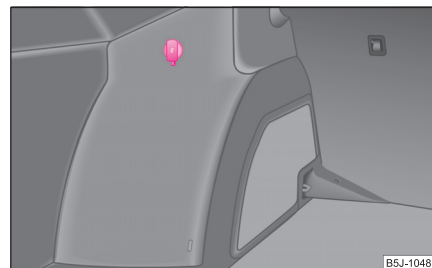

Fig. 92 Portbagajul: Priza
- Deschideți capacul prizei ⇒ fig. 92.